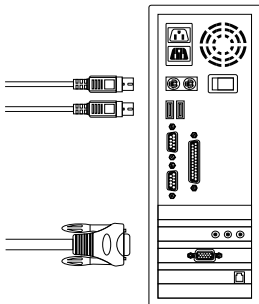

Figura 7. Panel Frontal KVM-440
- B. Conectar Solo PS/2 2 (Teclado/Mouse) y conector VGA a los computadores. (Figura 7)
La figura 7 muestra como unir el kit de montaje al Switch KVM para un rack estándar de 19 pulgadas.